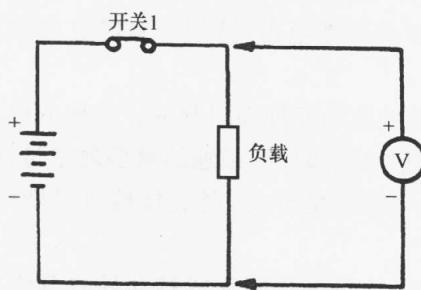

图 1.1 通常将电压表与电路相并联
**(1) 电压测量** 通常使用电压表或示波器来测量电路的电压。电压为零应该表示短路,而电压读数低表明有短路元件。请记住,当测量电压时,电压表一般与电路相并联,如图 1.1 所示。